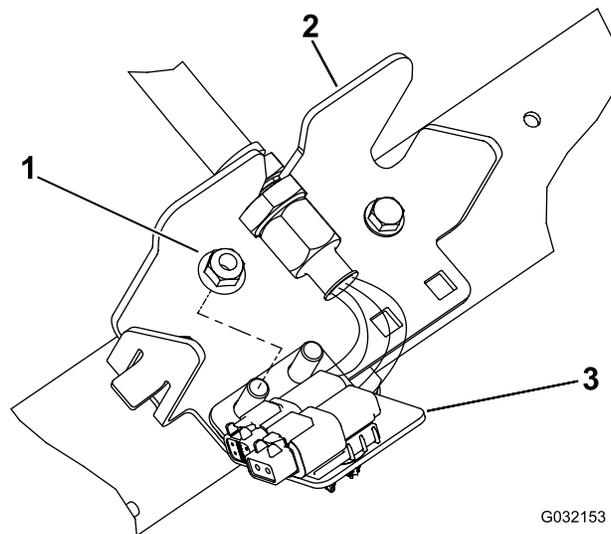

**Рисунок 13**
6. Повторите эти действия в остальных четырех местах перегородки, как показано на Рисунок 13–Рисунок 16.